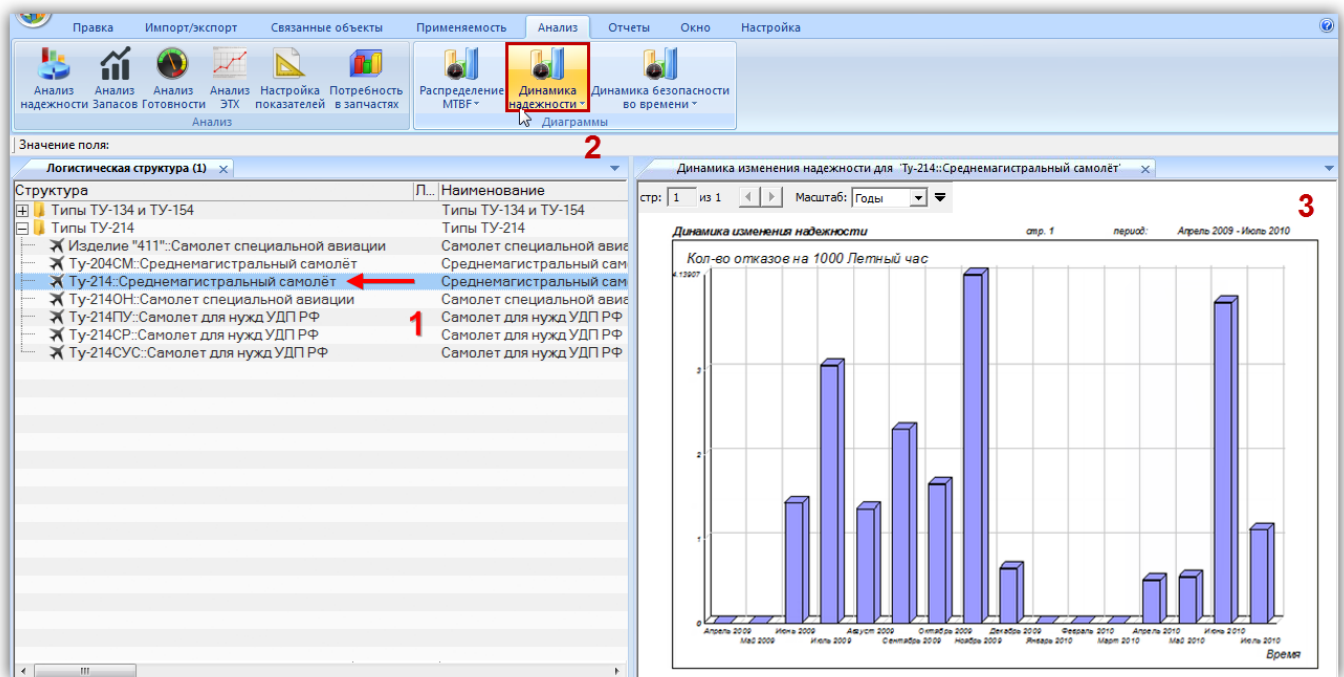

Рис. 13-314 – Построение диаграммы по надежности
- 4) В отдельном рабочем окне отображается диаграмма по надежности (3 на рис. 13-314). Краткое описание инструментов панели «Файл» для диаграмм приведено в пункте 5.4.7 «Панель «Диаграммы»», стр. 62.